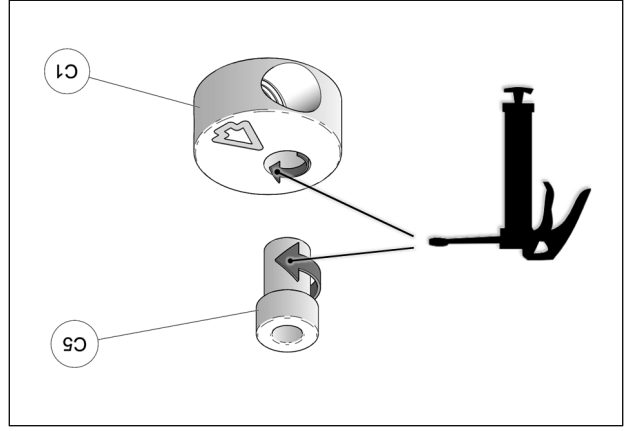

Fig. 23
11. À l'assemblage, les bagues espaceurs (C5) doivent être graissées. Appliquer une couche de graisse uniforme sur toute la circonférence de la bague espaceur et dans le logement du disque en aluminium (C1). Voir la Fig. 23